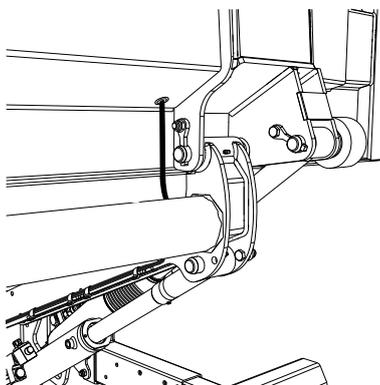
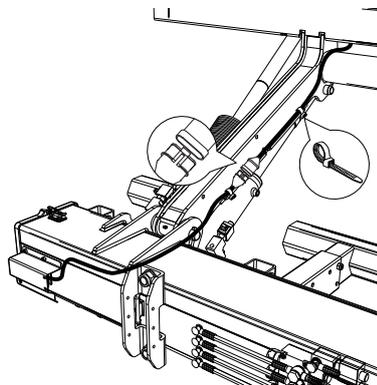
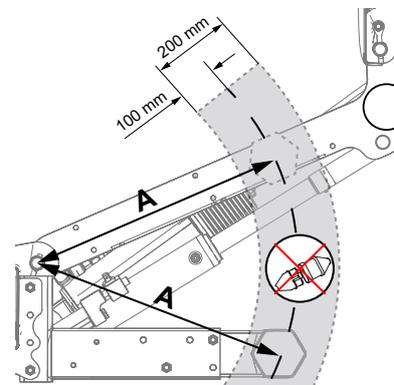

Abbildung 73. Montage der Verkabelung
Abbildung 74. Montage der Verkabelung
Abbildung 75. Positionieren des Schnellsteckverbinders
2. Verlegen Sie dann das Kabel und befestigen Sie es mit Kabelbindern gemäß Abbildung 73 und Abbildung 74. Der Schnellsteckverbinder muss so positioniert sein, dass er während der Hubarmbewegung nicht mit dem Unterfahrschutz kollidiert. Den Abstand (A) von der Mitte der Hubarmachse zur Mitte des Unterfahrschutzes messen, siehe Abbildung 75.
3. Denselben Abstand (A) am Hubarm messen, siehe Abbildung 75.
4. Ordnen Sie den Schnellsteckverbinder dann mindestens 100 mm inner- oder außerhalb des Messergebnisses (B) an, siehe Abbildung 75.